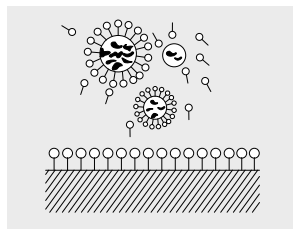

Figura 9
- Al separar la mugre, ésta no se adhiere nuevamente a la ropa. (Figura 9)